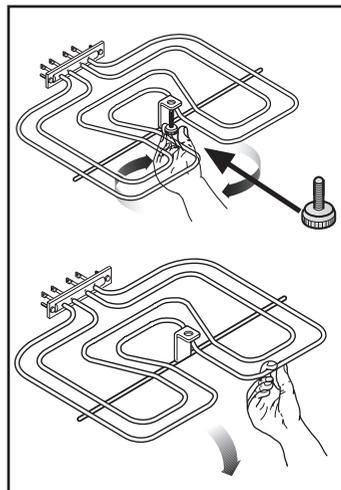

Рис. 29
- 1) Выверните и снимите болт, на котором держится нагревательный элемент гриля (см. Рис. 29). При первом выполнении этой операции мы рекомендуем пользоваться отверткой.
- 2) Затем осторожно откиньте гриль вниз, чтобы получить доступ к верхней части внутренней камеры духового шкафа (см. Рис. 29).